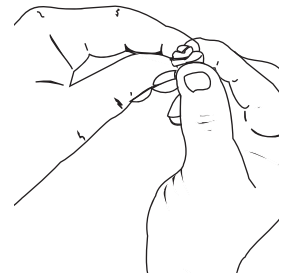

Fig. 26
- Apriete el filtro para esparcir y retirar el exceso de aceite (Fig. 26).